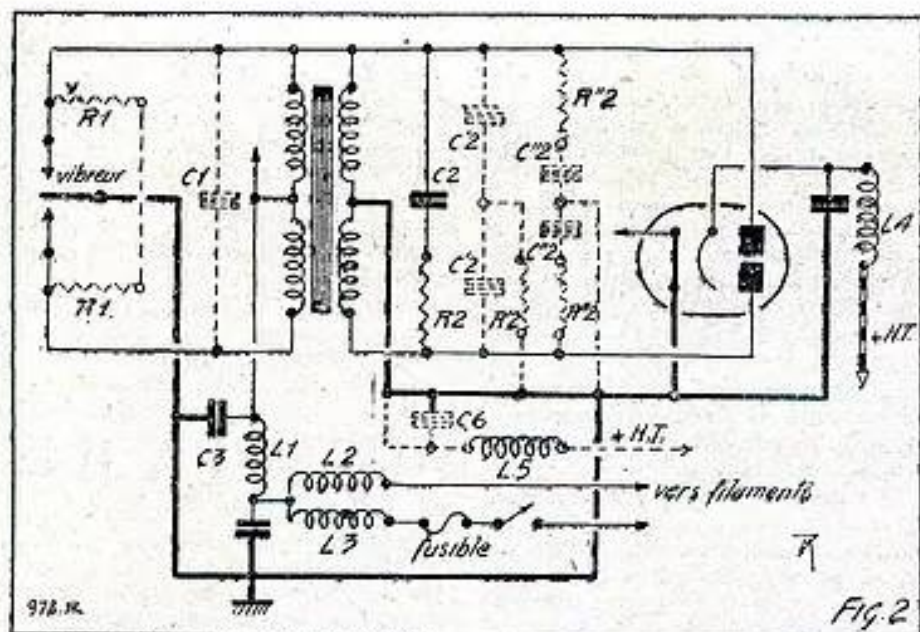

Fig. 2. — Montage pratique complet d'un vibreur avec divers éléments anti-parasites.
b) d'alternatif si tel est votre bon plaisir mais en tenant compte de l'absence rigoureuse d'inductance ou de capacités. Sinon, ça ne va plus. Qu'est-ce qui « ne va plus » ? Exactement ce que la Figure 2 va vous exposer : la puissance apparente, dès qu'il y a un bobinage, peut évidemment s'obtenir en multipliant le nombre d'Ampères par celui des Volts. D'accord. Malheureusement ces Volts et ces Ampères ne sont pas en concordance. Ils sont donc apparemment supérieurs au nombre de Watts — la puissance réelle et effective. L'expérience, tout comme le calcul, montre un décalage tel que l'on peut situer la puissance apparente, exprimée en Volts-Ampères parce qu'elle est le produit brut, sur l'hypoténuse d'un triangle rectangle. Admettez que la puissance réelle (celle qu'indiquerait un wattmètre), soit celle de la base du même triangle. Voilà qui suffit à nous donner différentes indications précieuses dont on peut retenir : la longueur précise du côté a qui va représenter exactement la puissance réactive consommée par les accessoires d'utilisation. Elle s'exprime en v.a.r.s ou « Volts - Ampères - Réactifs ». Ce qui donne l'abréviation v.a.r. à laquelle on ajoute le singulier s... du pluriel. Et comme le triangle rectangle est ainsi parfaitement reconstitué, on a même la valeur de l'angle exprimée à volonté par
l'une de ces quatre lignes trigonométriques ; dans le cas présent : le Cosinus égal à 0,78079, le Sinus égal à 0,62479, la Tangente égale à 0,8002 et la Cotangente égale à 1,24960. Notons, en passant, que nous n'aurons, dans le cas présent, qu'à retenir Cosinus et Sinus pour les nécessités de l'affaire. Mais, dans n'importe lequel des quatre cas signalés : ces nombres qui n'ont rien de mystérieux correspondent à un angle de 38°40' qu'il est aisé de trouver sur toutes les tables d'où qu'elles viennent. La disposition de la figure 2, déjà nommée, montre que cet angle, toujours désigné par son cosinus, n'est autre que le « facteur de puissance », le seul qu'il ne vous soit pas donné de voir, parmi les facteurs, venant vous offrir leurs vœux. En d'autres termes, vous avez tout en main pour rechercher toutes, rigoureusement toutes les valeurs qui vous intéressent. Car ces différentes puissances correspondent par un heureux hasard, aux lois du triangle exposées, bien avant la radio et l'électricité, par des principes pythagoriciens, ce qui en indique l'origine.
La figure 2, montre un montage très complet. Examinons, d'abord, le circuit primaire, nous y voyons deux résistances R_1 , reliées à chacun des contacts du vibreur, et, à la masse ou au support du vibreur. Ces résistances ont pour but d'atténuer ou de faire disparaître un parasite assez fort, et de caractère intermittent d'une forme particulière.